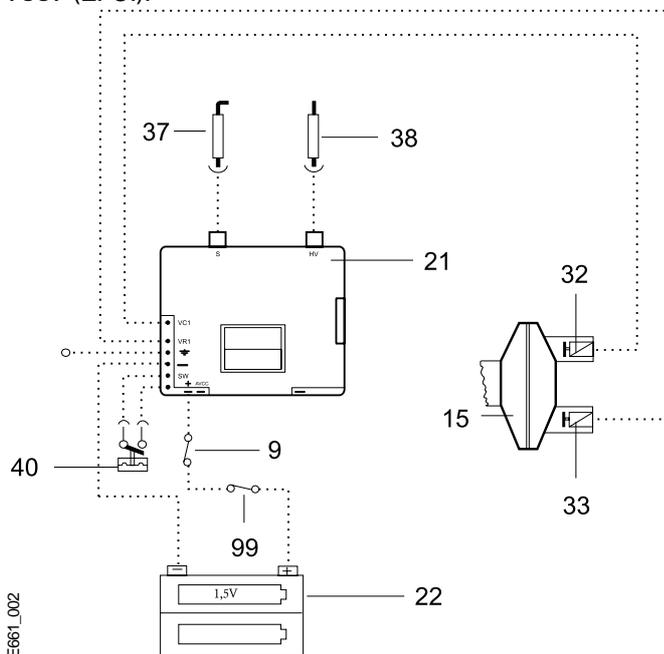

Fig. 16 - Schéma des circuits électriques
5. Contacteur de l'électrovanne de la flamme de veille - remplacement (voir Fig. 16).
6. Module de commande électronique - remplacement (voir Fig. 16).
4. Il faut peut-être remplacer le module de commande électrique (Fig. 16). Contacter un technicien qualifié, ou téléphoner au 1-800-663-8405 (Canada), ou 1-800-824-7337 (É.-U.).